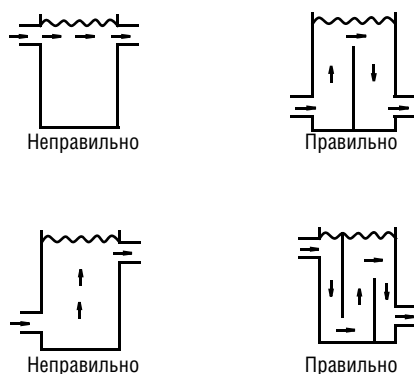

Рис. 4-1
- h. К теплообменнику должны крепиться перепускные трубы и вентили, показанные на рис. 4-1, которые необходимы для облегчения чистки наружной системы трубопровода подачи воды перед началом регулировки модуля. Это позволит при техническом обслуживании перекрыть водяной канал теплообменника, не нарушая работу других теплообменников.